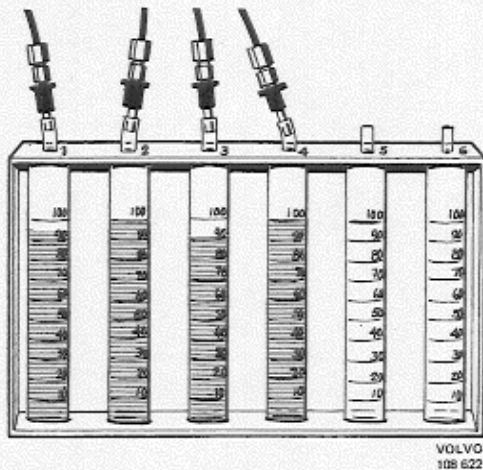

Abb. 1-23 Prüfung der Abspritzmenge
32. Stauscheibe jetzt bis zur mittleren Höhe anheben und in Ruhestellung zurückfallen lassen, wenn der Kraftstoffpegel in den Meßgläsern die 100 cm³-Marke erreicht hat. Die Kraftstoffpegel in den Meßgläsern dürfen höchstens um 10-15 % voneinander abweichen, siehe Abb. 1-23.